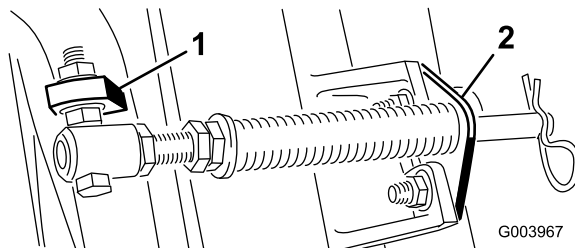

Рисунок 5
- Д. Присоедините кронштейн штока к выступам режущих блоков с помощью каретных болтов и гаек (**Рисунок 5**).